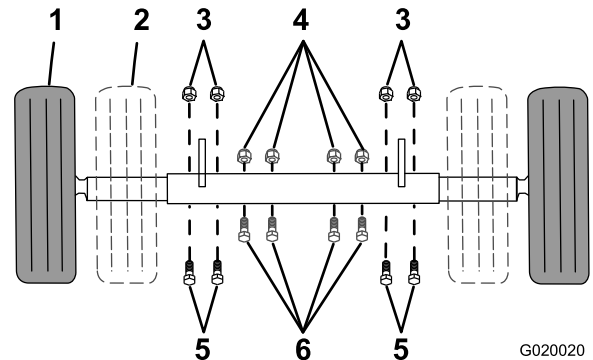

Figura 24
1. Punto de apoyo (2)
4. Retire los pernos y las tuercas que sujetan el eje interior al eje exterior (Figura 24).
- Deslice cada extremo del eje hacia dentro a la posición estrecha (Figura 24).
- Deslice cada extremo del eje hacia fuera a la posición extendida (remolcado) (Figura 24).
7. Introduzca los pernos a través de los taladros de los ejes (Figura 24).